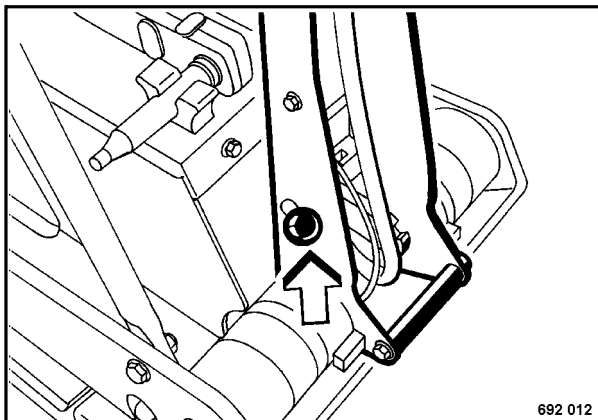

Fig. 1
- Colocar la barra de tracción (Fig. 1) en posición vertical, y engancharla en la última posición de encastre.